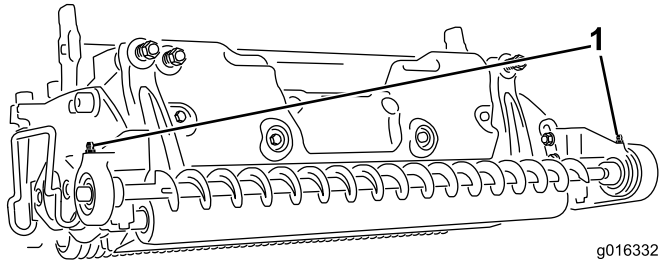

Bild 23
15. Schmieren Sie die Schmiernippel des Lagergehäuses mit Nr. 2 Schmiermittel auf Lithiumbasis ein, siehe Bild 23.